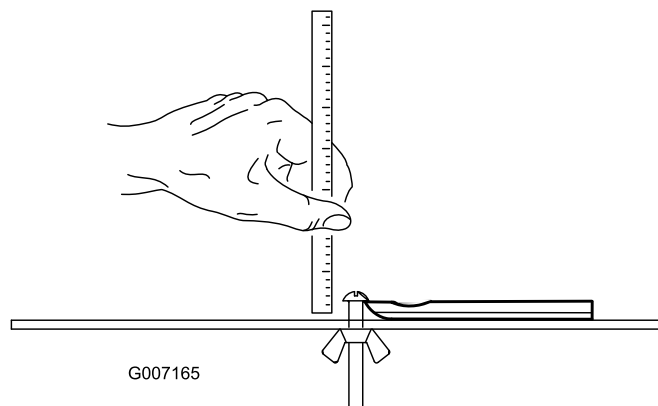

Figura 24
**Nota:** Tutte le misure relative al limite di assistenza della controlama vengono prese dall'estremità inferiore della controlama (Figura 24)